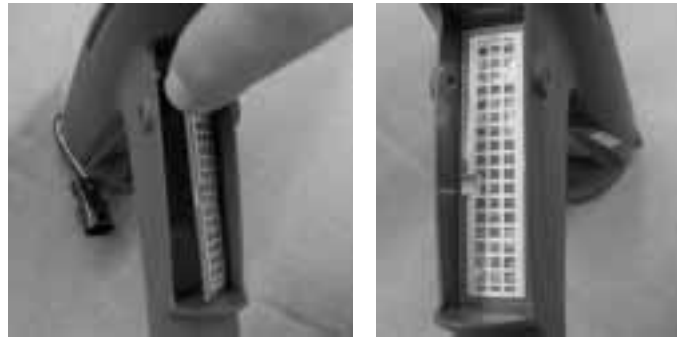

Bild 6-11 Montage av avtryckarkontakt - steg 4
4. Se bild 6-11. Peta av skyddsfilmerna över den självhäftande ytan på kontakten.